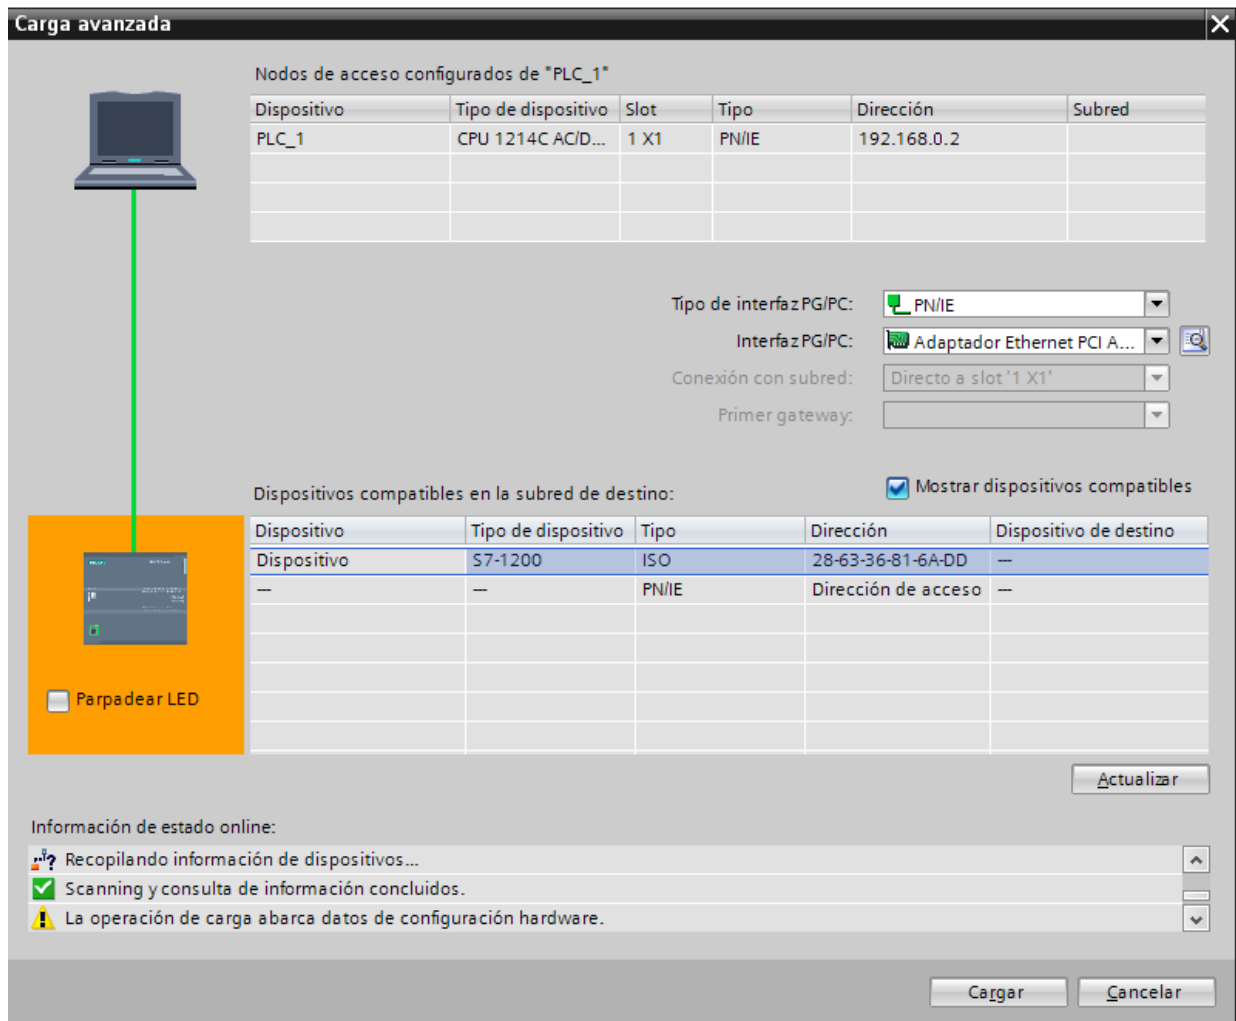

Figura 27. Ventana de Carga avanzada.
32. De un clic en la carpeta PLC_1 del árbol del proyecto para seleccionarla, luego vaya al menú "Online" y de clic en la opción "Cargar en dispositivo" o directamente en el icono , deberá abrirse la ventana que se muestra en la Figura 27. Tal como ahí aparece, seleccione en "Tipo de Interfaz PG/PC" la opción "PN/IE", la "interfaz PG/PC" se identificará automáticamente, espere mientras se intenta la comunicación y luego de clic en la casilla de "Mostrar dispositivos compatibles", como se ve en la Figura 27 se debe haber reconocido el S7-1200 que hemos conectado, para comprobarlo selecciónelo y active la casilla "Parpadear LED" y compruebe que los 3 leds de estado del PLC parpadéan.